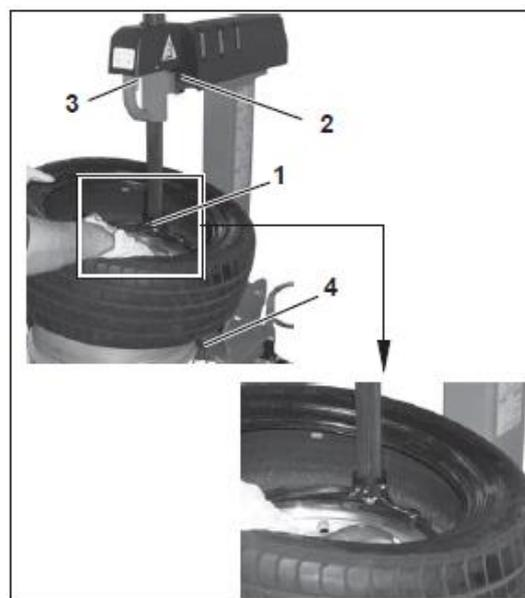

Рис. 15
- 2) Установить монтажную головку 1 напротив края обода (Рис. 15);
- 3) Установите шину так, чтобы борт проходил под специальным инструментом (Рис. 15)